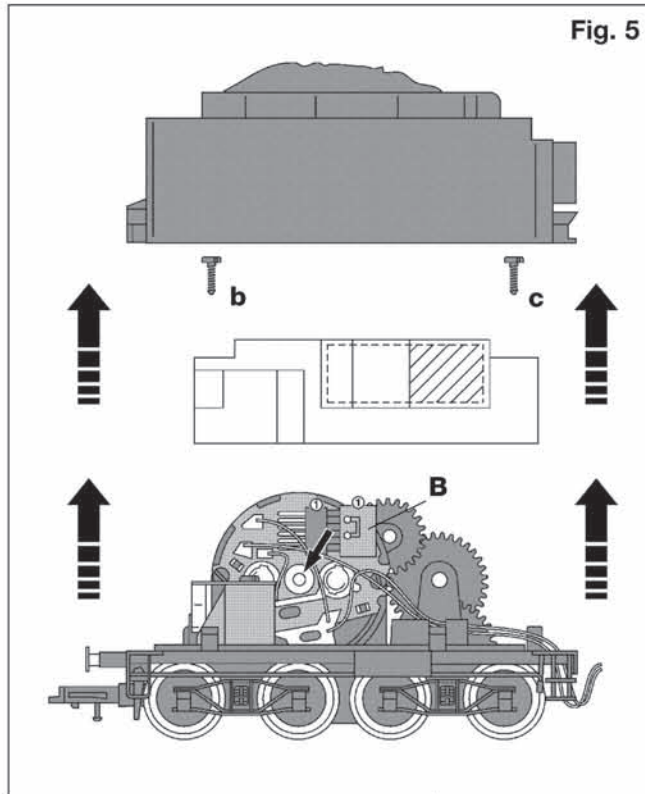
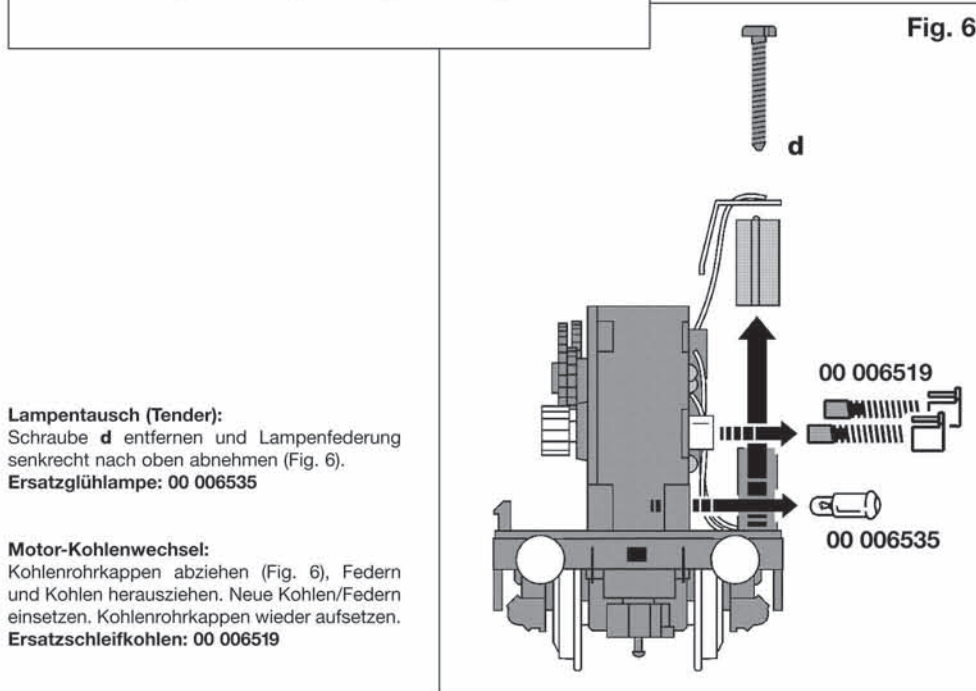

Fig. 5
Fig. 6
Zum Austausch der Ersatzschleifkohlen, der Ersatzglühlampe, dem Einbau eines digitalen Empfängerbausteins und zum Ölen von Motor und Getriebe das Tendergehäuse seitlich spreizen und nach oben abziehen. Schrauben **b** und **c** lösen und die Beschwerung entfernen (Fig. 5).
Auf die schraffierte Fläche kann ein **DCC-DECODER 687401** mit 6-poligem Stecker (**NEM 651**) geklebt werden. Brückenstecker **B** herausziehen. Stecker des Decoders so einstecken, dass die Markierungen "1" von Stecker und Schnittstelle auf derselben Seite gegenüberliegen (Fig. 5). Beim Einbau bitte die Betriebsanleitung des Decoders beachten.
Schraube **d** entfernen und Lampenfederung senkrecht nach oben abnehmen (Fig. 6).
Kohlenrohrkappen abziehen (Fig. 6), Federn und Kohlen herausziehen. Neue Kohlen/Federn einsetzen. Kohlenrohrkappen wieder aufsetzen.
**Opening the tender:** To change the brushes, bulbs, to install the digital decoder (not AC-version) and to oil the motor and gears, the tender body un-clips. Spread out the sides a little and pull upwards. Remove screws **b** and **c**. Remove weight (Fig. 5).
**Installing the digital decoder:** A 6-pole **DCC-DECODER 687401 (NEM 651)** can be glued onto the crosshatched surface (Fig. 5). Pull out jumper **B**. Insert the dcoder's plug, making sure that the markings "1" on plug and interface are situated on the same side (Fig. 5). Please consult the instructions included with the DECODER for fitting advice. **Make sure that there can be no short circuit between the decoder plug and the motor face-plate (use the second adhesive strip included with the decoder).**
Pour remplaces les balais, les ampoules ou pour effectuer le graissage du moteur et du mécanisme, il faut enlever la carrosserie du tender. Pour cela il faut écarter légèrement les parois et soulever la carrosserie. Défaire les vis **b** et **c**. Enlever le ballast (Fig. 5).
**Lampe de rechange (tender) :** 00 006535. Pour changer la lampe dévisser le vis **d** et soulever le support-contact (Fig. 6). Tirez lampe.
**Montage d'un module récepteur digital (pas version CA) :** La zone hachurée permet de coller un **DCC-DECODER 687401 (NEM 651)** à 6 pôles (Fig. 5). Retirez la fiche de pontage **B**. En place de la fiche de pontage, insérez la fiche du decodeur. Ici, veillez à ce que les repères ① dans l'interface et fiche soient du même côté. Pour le montage, se référer au mode d'emploi du DECODER. **Pour éviter les courts circuits, veillez à l'isolement entre le connecteur et le carter moteur (utiliser pour cela le deuxième ruban adhésif du décodeur).**
Als de koolborstels of lampjes moeten worden verwisseld en als de loc moet worden geolied moet de tenderkap worden verwijderd. Dat aan door de carrosserie van de tender licht aan de zijkant uit te buigen en naar boven te trekken. De schroeven **b** en **c** loosdraaien. Ballast eruitnemen (Fig. 5).
**Het inbouwen van een digitale ontvangerbouwsteen (niet voor AC-versie)**: Op de gemarkeerde plaats kan een 6-polige **DCC-DECODER 687401 (NEM 651)** geplakt worden (Fig. 5). De verbindingsstekker **B** eruit trekken. De 6-polige stekker van de decoder zo in de adapter stekken, dat de markeringen "1" aan dezelfde kant komen. Bij het inbouwen a.u.b. de handleiding van de DECODER raadplegen. **Om kortsluiting te vermijden dient u er op te letten dat de interfacestekker van het motorlagerschild wordt geïsoleerd (gebruik hiervoor de extra plakstrook die bij de decoder wordt meegeleverd)**.
For indbygning af **DCC-Decoder**, udskitning af kul eller pære, afmonteres tenderoverdelen. Skruerne **b** og **c** fjernes, huset spredes lidt og trækken ovenud. Vægtklodsen afmonteres (Fig. 5).
**Indbygning af digital modtagerenhed (ikke for AC-versie)**: En 6-polet **DCC-DECODER 687401 (NEM 651)** kan monteres på det skraverede felt (Fig. 5). Det oprindelige hanstik **B** trækkes ud. Det 6-polede stik på decoderen sættes i hunstikket, bemærk at markeringen"1" skal ligge på den samme kant. Folg vejledningens vedlagt DECODEREN.
**Udskitningpære (tender): 00 006535**. **Udskitning af pærer**: Huset spredes lidt og trækken ovenud (Fig. 5). Skruerne **d** fjernes (Fig. 6), holderen trækken ovenud. Pæren løftes ovenud. Montering i omvendt rækkefølge.
**Udskitning af kul 00 006519**: Overdelen løftes ovenud. Træk de 2 holdeklemmer udad (Fig. 6). Trækkes ud kul. Montering i omvendt rækkefølge.
Per sostituire la spazzola di carbone, la lampadina e oleare le motore, togliere il mantello del tender. Per togliere il mantello del tender bisogna staccare lateralmente la cassa e tirarlo verso l'alto. Svitare le viti **b** e **c**. Eliminare la zavorra (Fig. 5).
**Lampadina di ricambio (tender): 00 006535**. Per sostituire la lampadina rimuovere le viti **d** e togliere il supporto verso l'alto (Fig. 6). Estrarre la lampadina.
**Montaggio di un modulo di ricezione digitale (non per la CA-versione)**: Sul piano tratteggiato può essere incollare un **DCC-DECODER 687401 (NEM 651)** a 6 poli (Fig. 5). Estrarre la spina di ponticello **B** e inserire lo spinetto a 6 poli del decoder nel connettore in modo tale che i segni di riferimento "1" siano sullo stesso angolo. Prima di procedere al montaggio, consultare il manuale di funzionamento del DECODER. **Per evitare corto-circuiti assicurarsi che il connettore d'interfaccia alla protezione del cuscinetto venga isolato (utilizzare il secondo nastro adesivo del decoder)**.